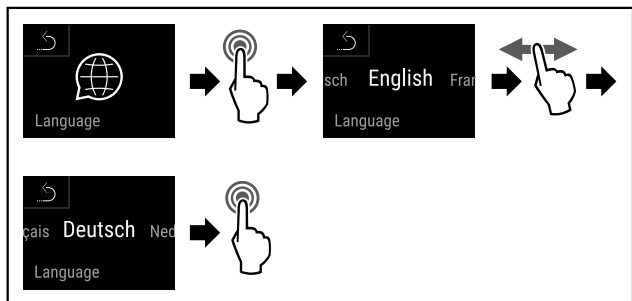

Fig. 104
- ▶ Eseguire i passi (vedere Fig. 104).